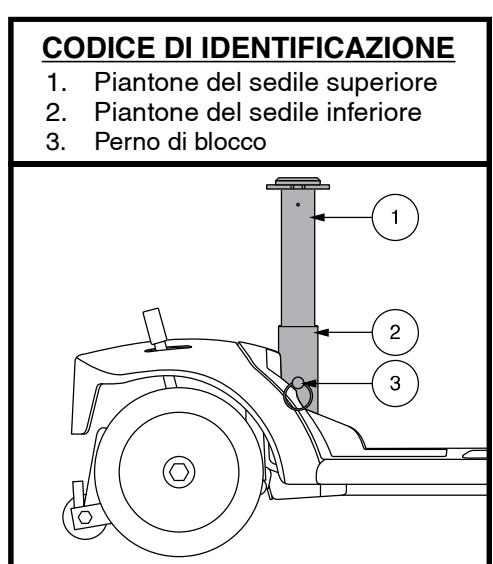

Figura 26. Regolazione dell'altezza del sedile
È possibile posizionare il sedile ad altezze differenti. Vedere figura 26.
2. Rimuovere il montante della sella dal Travel Scooter staccando il perno di fermo dalla parte inferiore del reggisella, poi sollevare il montante ed estrarre dal Travel Scooter. **Vedere figura 26.**